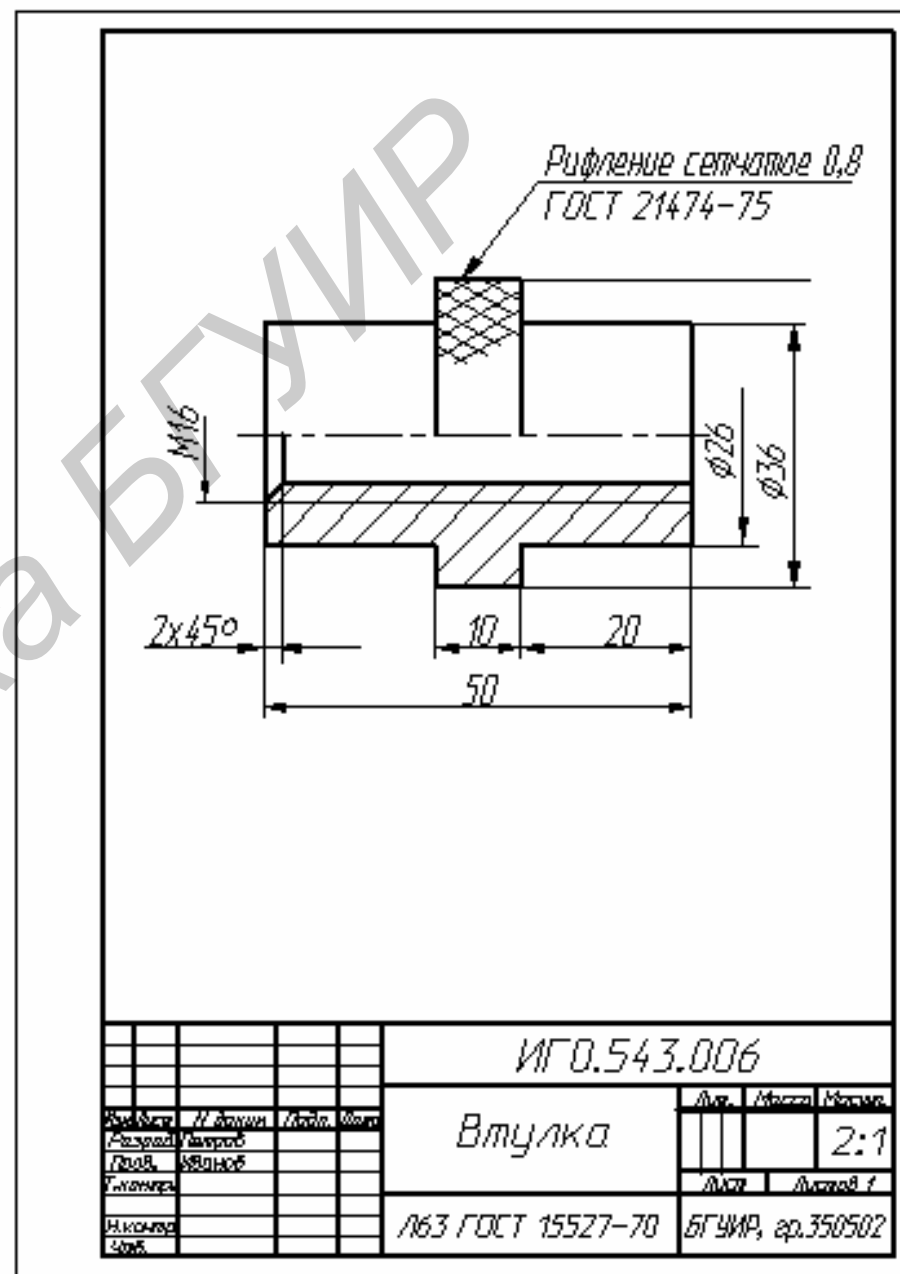

Рис. 2. Чертеж детали вращения
- а) детали (тела вращения), которые изготавливаются на токарных и других станках, закрепляются на этих станках при обработке, как правило, горизонтально. Таким же образом показывают эти детали на чертеже: ось вращения расположена горизонтально (рис.2).
- е) если на поверхности пустотелой детали имеются конструктивные элементы, которые необходимо показать (рифление и т.п.), то выполняют половину вида и половину разреза (рис.2), или часть вида и часть разреза.